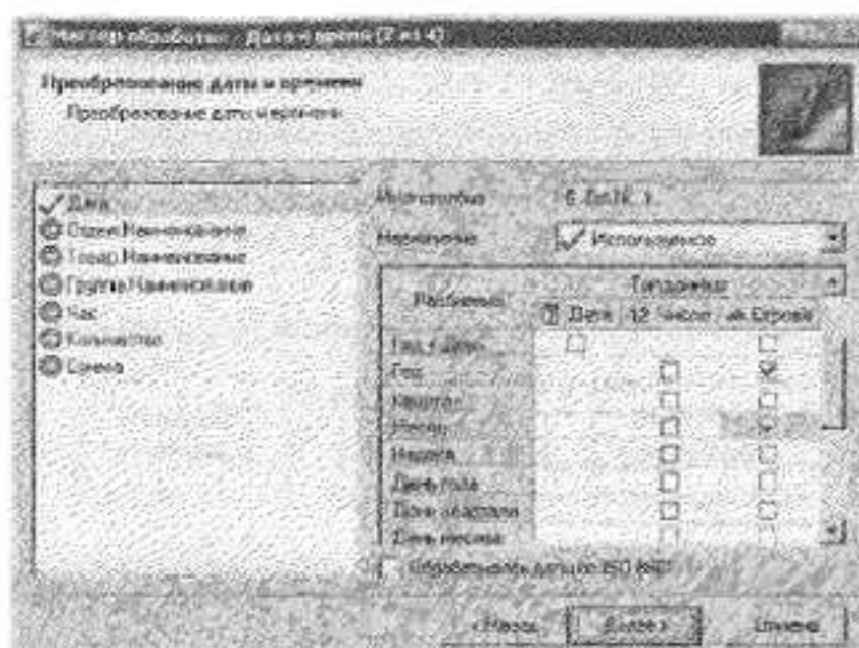

Рис.1.28. Налаштування призначень поля кубів
4. Для результуючого набору даних визначте спосіб його відображення - куб і налаштуйте призначення полів куба, тобто вкажіть виміри і факти (рис. 1.28). Для нашого звіту вимірами будуть вимірювання *Дата (Місяць)*, *Дата (Рік)*, *Відділ.Найменування* і *Група.Найменування*, а фактами - *Кількість* і *Сума* проданих товарів (з агрегацією «Сума»).